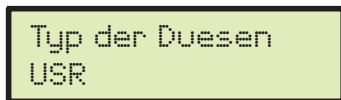

Abb. 62
- Wählen Sie zunächst Typ der Duesen (ISO oder USR, Abb. 62).